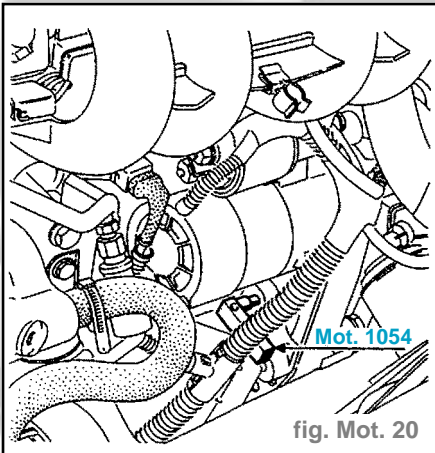

fig. Mot. 20
- Piger le moteur au PMH à l'aide du **MOT. 1054**, en alignant les repères de pignon de vilebrequin et d'arbre à cames sur les repères fixes (fig. Mot. 20)